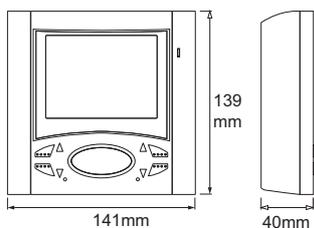

Fig. 4
- Inserire il videocitofono seguendo il senso delle frecce 1 e 2 (Fig. 4).